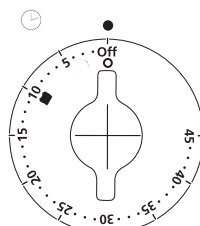

Figura 3
4. **Cronómetro** – Permite seleccionar el tiempo de cocción hasta por 45 minutos. Automáticamente apagará el horno al final del tiempo de cocción. (Ver Figura 3)